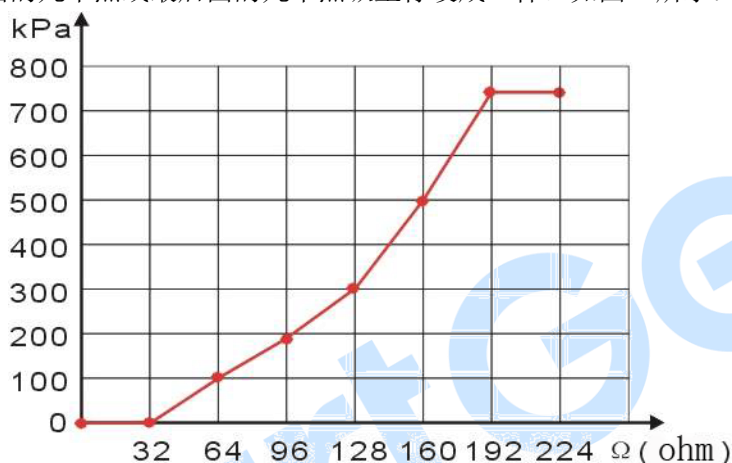

图 4 曲线设置
- 可以将最前面的几个点或最后面的几个点纵坐标设成一样。如图 4 所示：